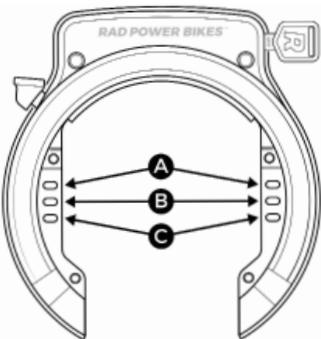

Figure 4 : Supports de verrouillage
3. **Déterminez les supports de verrouillage à utiliser.** Le verrou de roue Rad Fat Tire se fixe aux supports de cadre à l'aide de l'une des trois paires de supports de verrouillage. Reportez-vous à la figure 4 pour déterminer quel support de verrouillage utiliser.